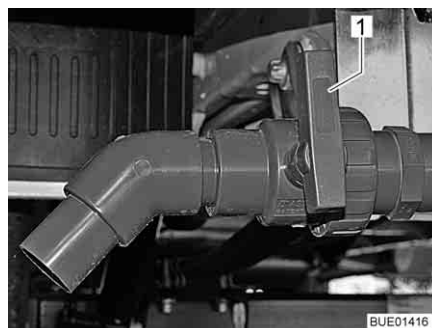

Bild 206 Avtappningskran (yttre)
- Vrid avtappningskranens handtag (Bild 206,1) i flödesriktningen. Avloppsvattnet släpps ut genom en kulventil.